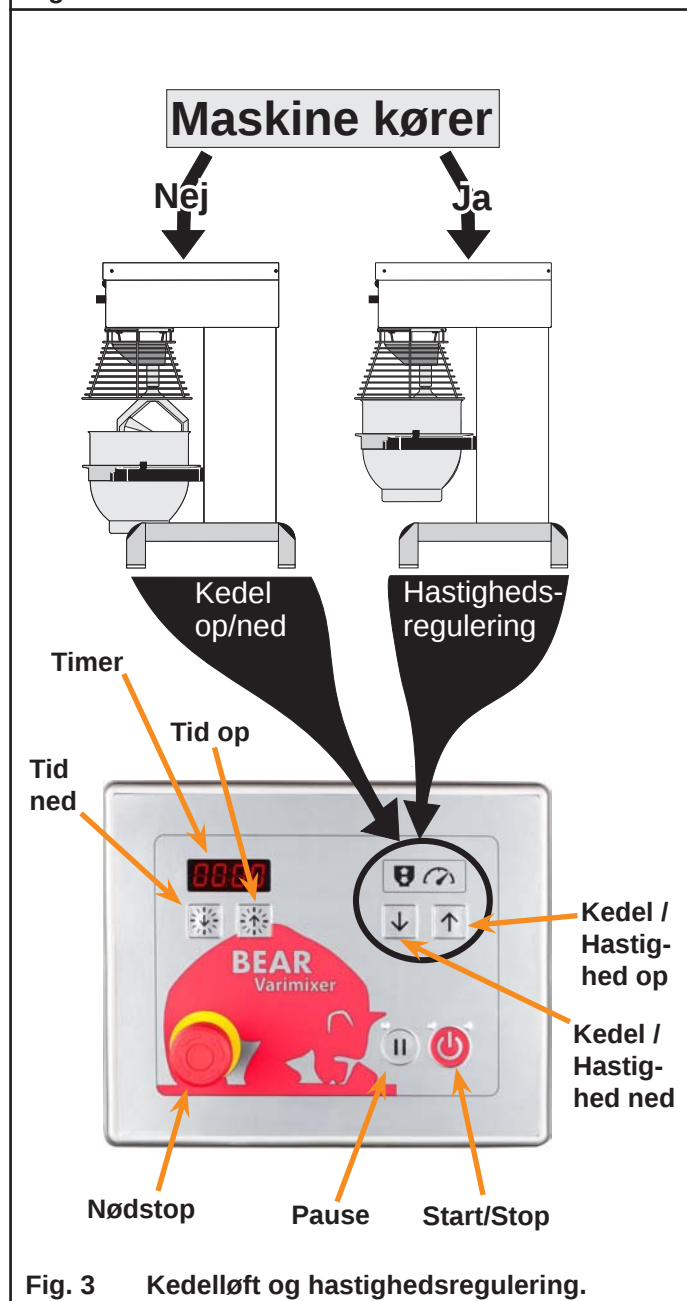

Fig. 3 Kedelløft og hastighedsregulering.
- C** For at løfte kedlen trykkes på  (**fig. 3**) Kedlen stopper automatisk i topposition.
- E** Tryk på  for at starte maskinen (**fig.3**).
Maskinen har på betjeningspanelet to knapper,  og , som begge har to funktioner (**fig.3**):
- Frigør nødstop (**fig.3**) ved at dreje det mod uret eller luk sikkerhedsskærmen.